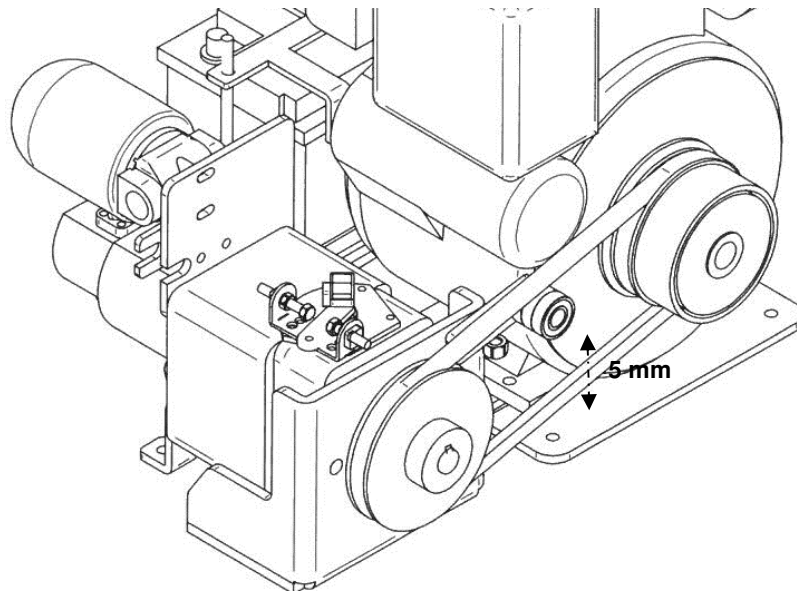

Figura 4
- 2.1 Allentare il dado che fissa il tenditore e stringere fino a raggiungere la tensione adeguata. La cinghia dovrebbe deviare di 5 mm al centro tra la frizione centrifuga e la puleggia della pompa (Figura 4).